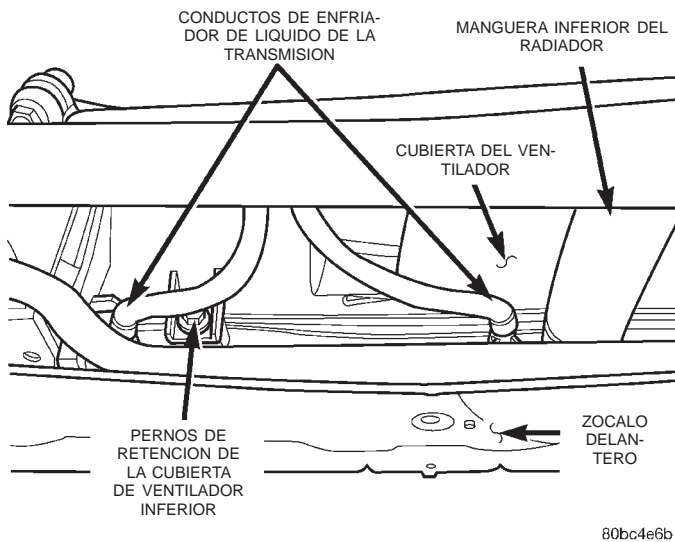

Fig. 21 Conductos del enfriador de líquido de la transmisión en el radiador
(16) Conecte los mazos de cables de los módulos de faros derecho e izquierdo en los conectores de 10 vías, situados sobre el parachoques delantero a la derecha e izquierda del condensador de A/A.
(17) Conecte el sensor de temperatura ambiente y enganche el mazo de cables en el conjunto de instalación del módulo de faro.
(18) Instale la placa protectora delantera. Consulte el procedimiento en el grupo 13, Bastidor y parachoques.
(19) Instale los conjuntos de faros derecho e izquierdo en el vehículo. Consulte el procedimiento en el grupo 8L, Luces.
(20) Eleve el vehículo en un elevador.
(21) Instale los (2) pernos de retención de la cubierta de ventilador inferior. Apriete los pernos con una torsión de 12 N·m (105 lbs. pulg.).
(22) Instale la manguera inferior del radiador en el radiador.
(23) Instale los conductos del enfriador de líquido de la transmisión en el radiador (Fig. 21).
(24) Instale el zócalo delantero inferior.
(25) Baje el vehículo del elevador.
(26) Llene el sistema de refrigeración. Consulte el procedimiento en el grupo 7, Sistema de refrigeración.
(27) Conecte el cable negativo de la batería.